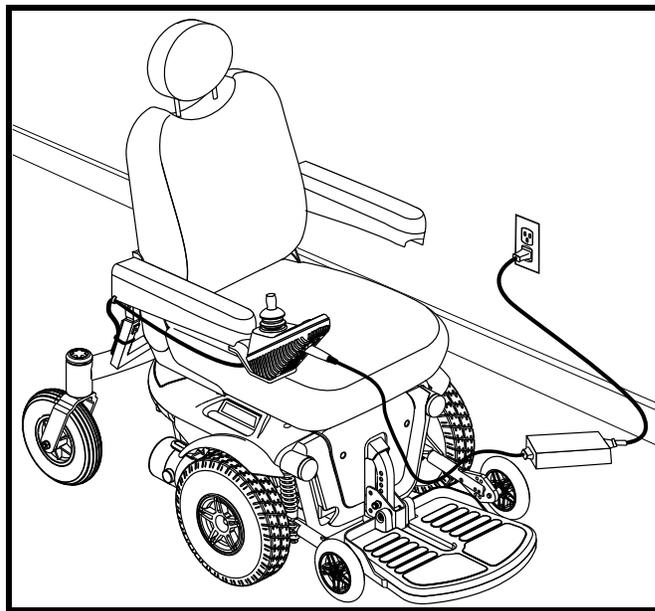

Figure 26. Recharge des batteries
1. Placez l'avant du fauteuil près d'une prise électrique ordinaire. **Voir la figure 26.**